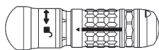

Figura 6
3. Tenere saldamente il manipoLO con una mano, e con l'altra spingere e far ruotare la ghiera di rilascio del terminale fino ad allineare la freccia al simbolo di sblocco (Figura 6).
5. Tenere saldamente il manipolo con una mano, e con l'altra spingere e far ruotare la ghiera di rilascio del terminale fino ad allineare la freccia al simbolo di sblocco (Figura 6).